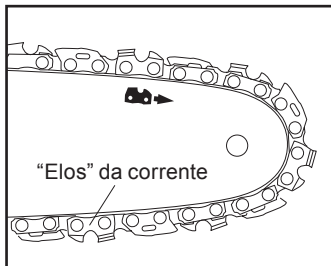

Fig. 6
1. Coloque o produto sobre uma superfície plana adequada, com a cobertura da motosserra (12) voltada para si.
2. Verifique a tensão da corrente utilizando uma mão para levantar a corrente (8) contra o peso do produto. A tensão correta da corrente é alcançada quando é possível elevá-la aproximadamente 2 – 4 mm acima da guia (9) no centro (Fig. 6, 7).